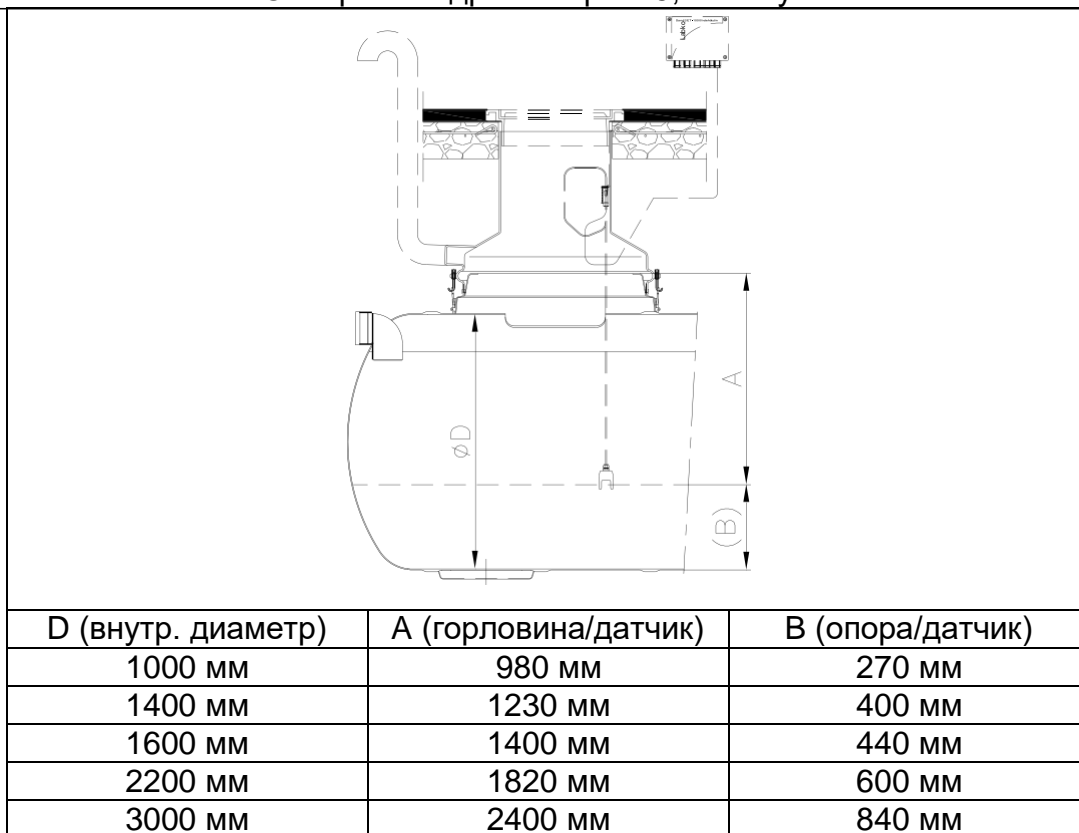

Рис. 4. Определение высоты кабеля датчика сигнализации.
6. Установите на техколодец/техколодцы резиновую прокладку. Установите техколодец EuroHUK на отделитель в строго горизонтальном положении и закрепите крепежи. Смотрите рис. 4.